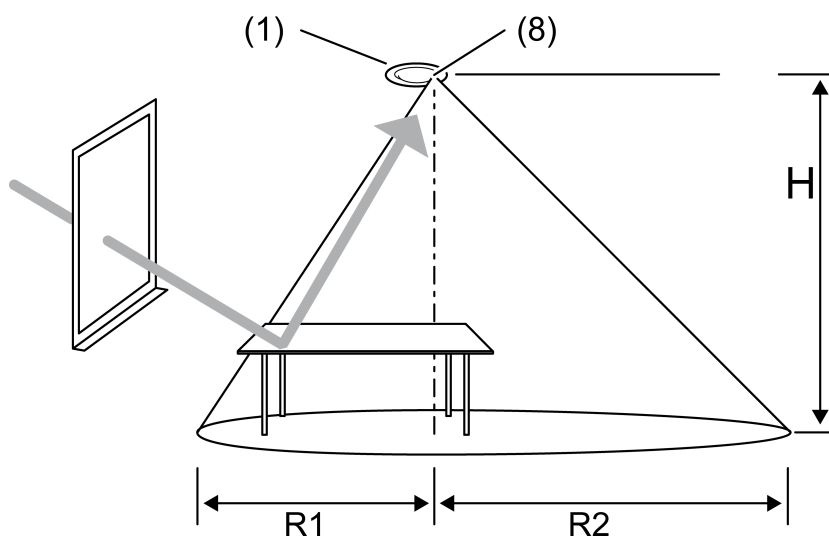

Рисунок 3
- Во время монтажа устройства выровнять устройство таким образом, чтобы датчик освещенности (8) не был обращен в сторону окна (рисунок 3).